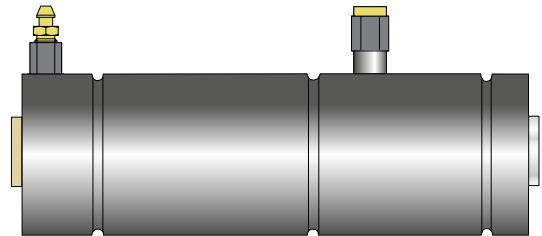

Fig. 13: Cilindro de trabajo
8.4 Cilindro de trabajo (Fig. 13)